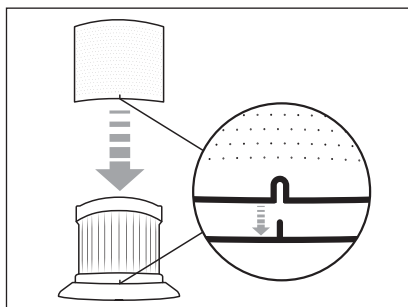

Fig. 14
- 5) Coloque o filtro de aço inoxidável **6** no filtro EPA **5** e, em seguida, encaixe-o completamente no filtro EPA **5**. Certifique-se de que o mecanismo de bloqueio no filtro EPA **5** encaixa na ranhura do filtro de aço inoxidável **6** (ver fig. 14).